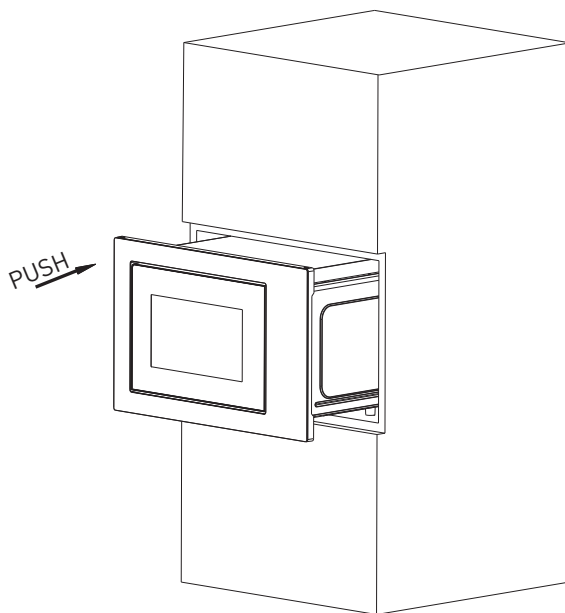

Fig. 1
a) Placez le four à micro-ondes dans le meuble encastré et poussez-le vers l'avant jusqu'au bout. (Fig. 1)